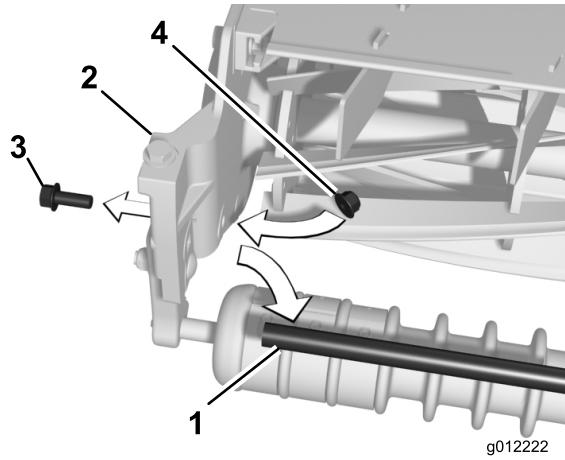

Figura 11
1. Svitate i 2 bulloni a testa flangiata che fissano il tubo di supporto alle piastre laterali dell'apparato di taglio (Figura 11). Rimozione del tubo di supporto.
2. Fissate i bulloni a testa flangiata alle piastre laterali dell'apparato di taglio con i 2 dadi di bloccaggio flangiati (3/8 poll.) in dotazione (Figura 11).